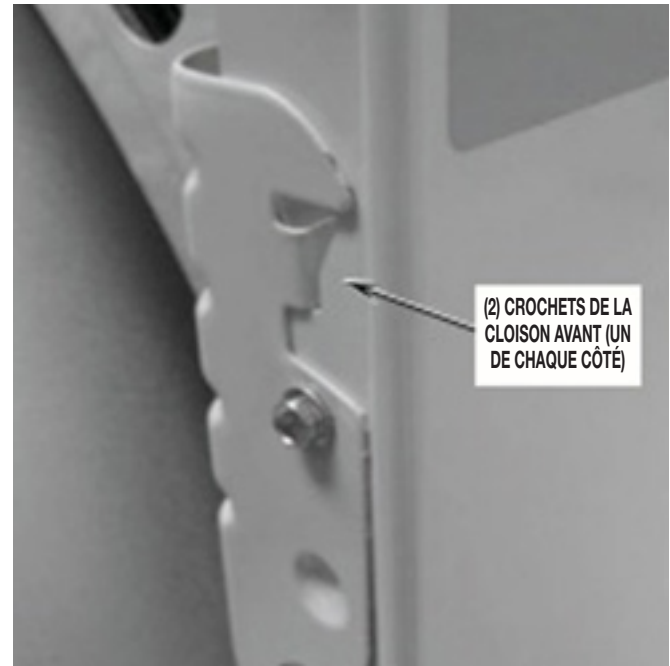

FIGURE 8
9. Retirer l'ensemble cloison avant et conduit à charpie en le soulevant pour le dégager des deux (2) crochets avant (voir la *Figure 8*), puis en l'abaissant pour sortir les rouleaux de soutien du tambour de l'avant du tambour.